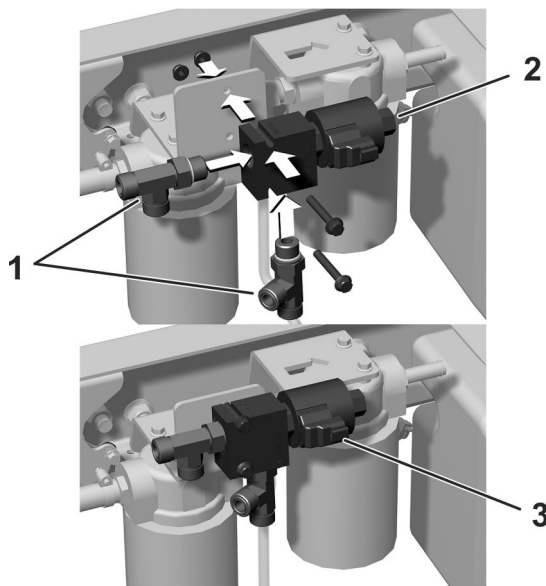

Figure 12
1. Vissez légèrement les 2 raccords en T sur la vanne (Figure 12).
2. Fixez la vanne au support de châssis à l'aide de 2 vis à embase (1/4" x 1 7/8"), comme illustré (Figure 12).
3. Installez le connecteur électrique sur le raccord de la vanne (Figure 12).